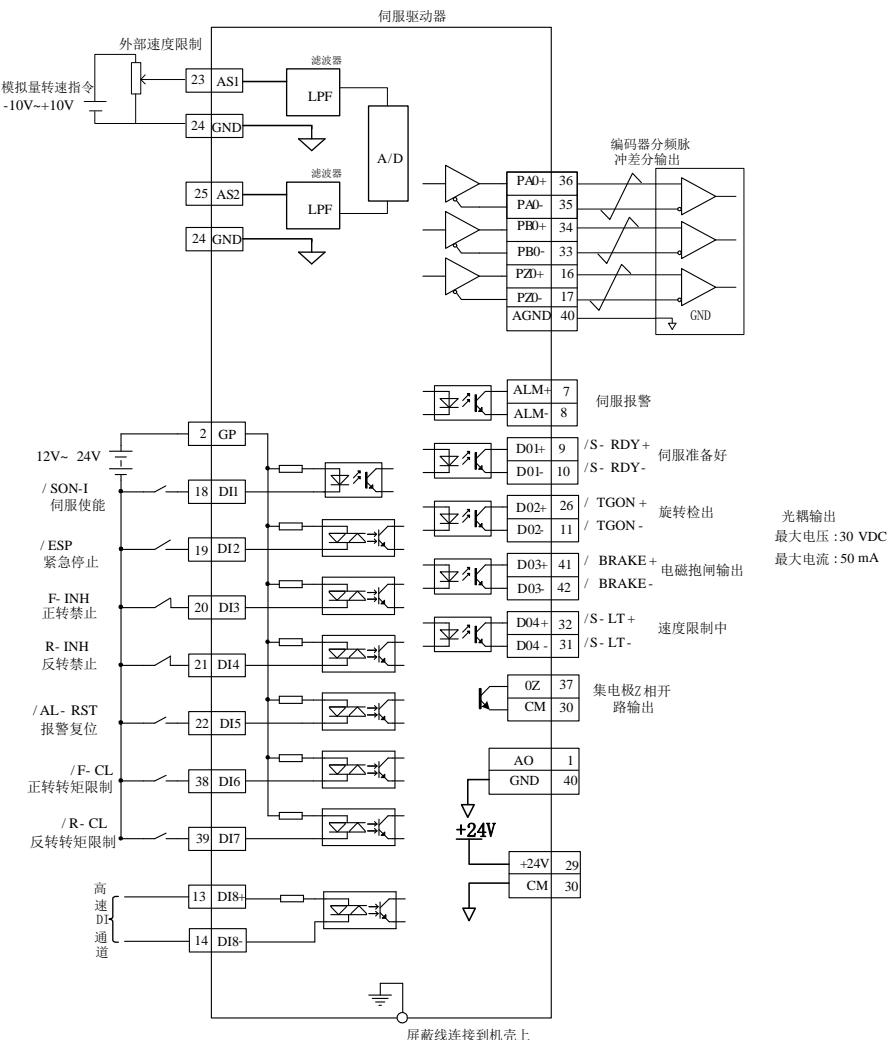
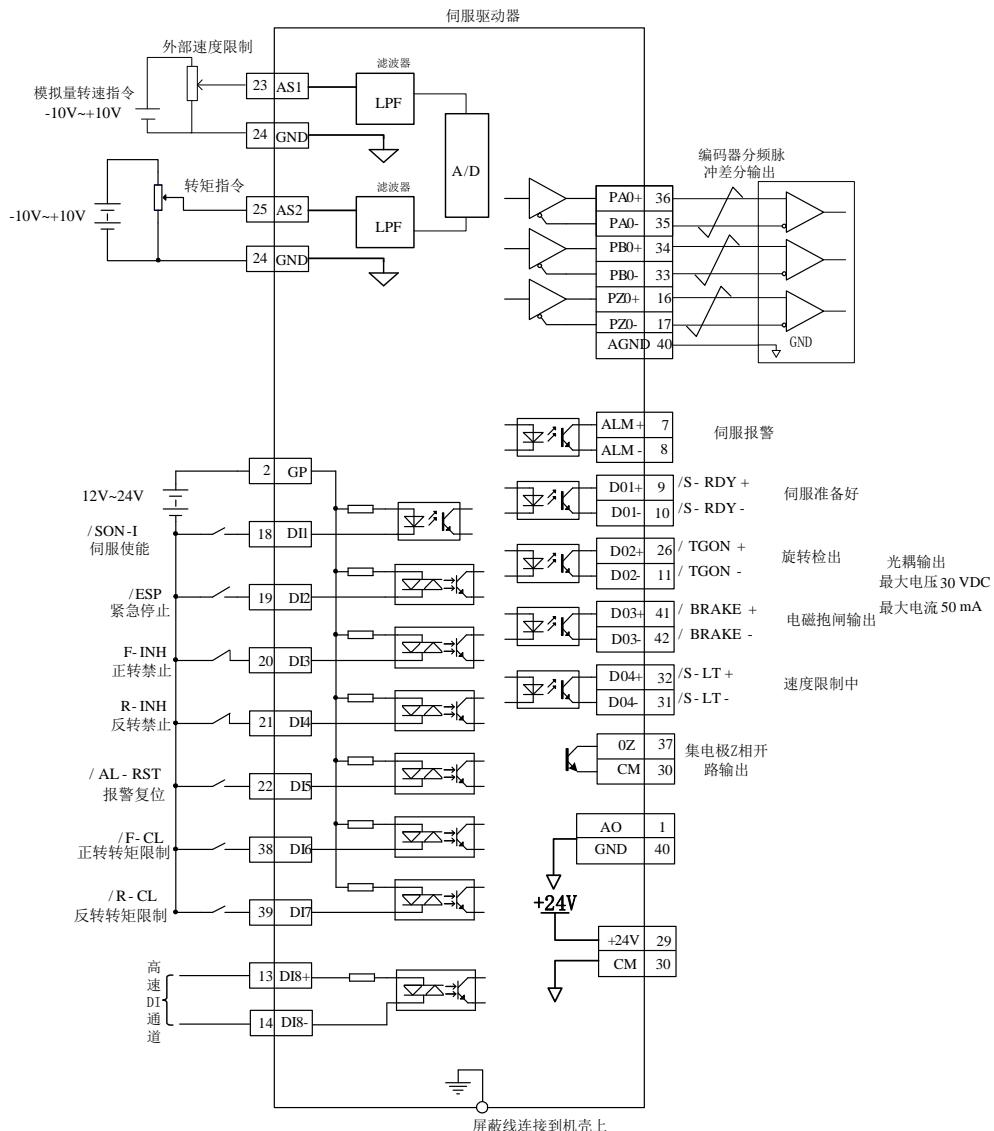

图 6.3.2 内部寄存器转矩模式典型接线图
图 6.3.3 模拟量器转矩模式典型接线图
- ◆ 参考图 6.3.2 或图 6.3.3 的配线说明，进行 DI/DO 信号的连线；